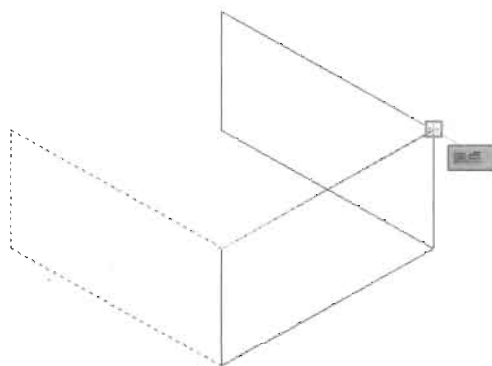

图 11-11
(4) 复制一份左视平面到目标位置,绘制效果如图 11-11 所示。